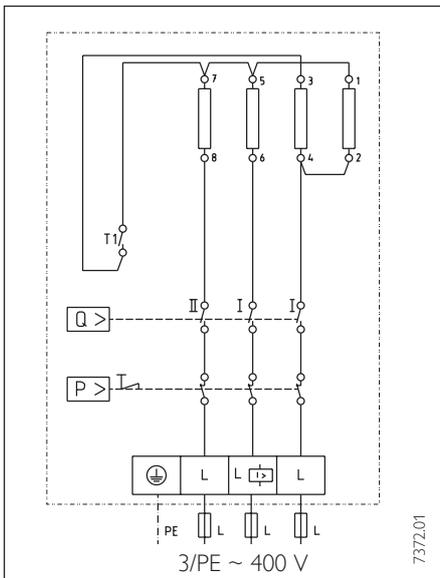
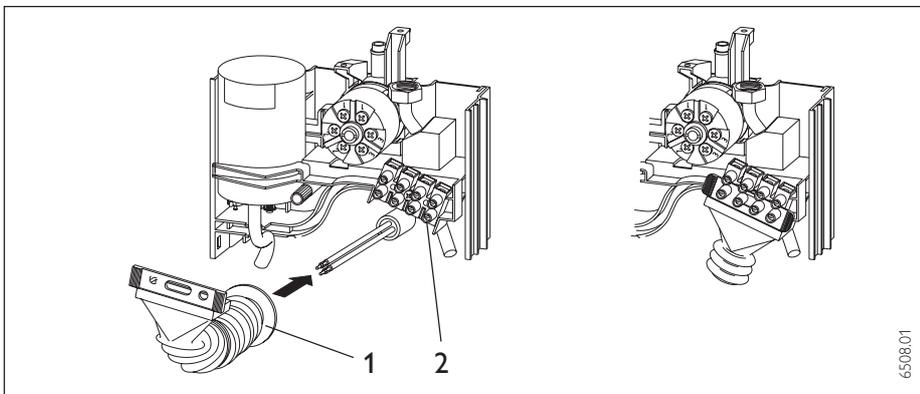

Abb. 13
Abb. 16
**⚠** Das Gerät muß an den Schutzleiteranschluß angeschlossen werden (siehe Abb. 13).
Das Gerät ist im Anlieferungszustand für Elektroanschluß im unteren Gerätebereich vorbereitet (Abb. 16).
–Wie in Abb. 16 montieren.
–Anschlußleitung entsprechend Abb. 13 an die Klemmleiste (Abb. 16, Pos. 2) anschließen.
Abb. 13 herstellen.